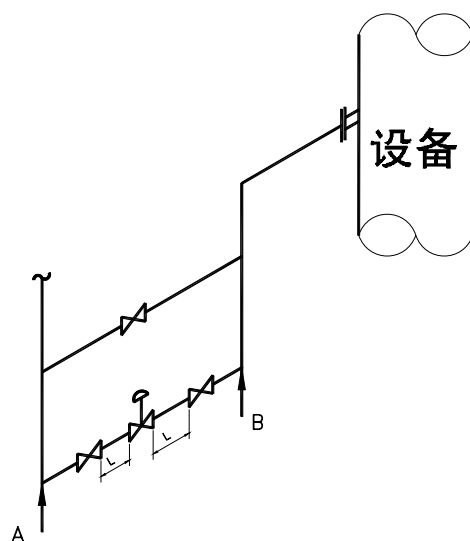

图 5.5
5.5 阀组 图 5.5
- (1) 如果 L 很大时加支架（这种情况少有）
- (2) 如果一端离设备很近，如图 5.5 B 支架取消。
- (3) 如果一端接热设备，B 为弹簧支架，或者增加此端柔性—阀组离设备口较远放置。
- (4) A、B 均可选用 F 类管架。